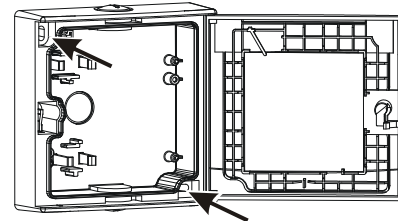

Fig. 3
- Verwenden Sie in Nassbereichen nur die mit Pfeil markierten Schraubenlöcher (Fig. 3).
- In wet areas, only use the screw holes marked by arrows (Fig. 3).